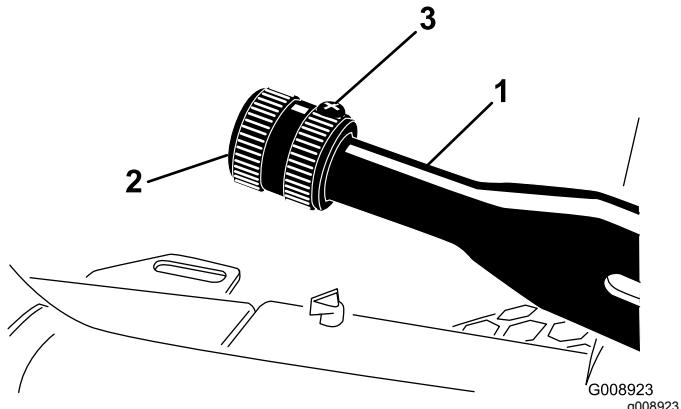

図 60
1. ブレーキレバーに調整ノブを固定している固定ネジをゆるめる図 60。